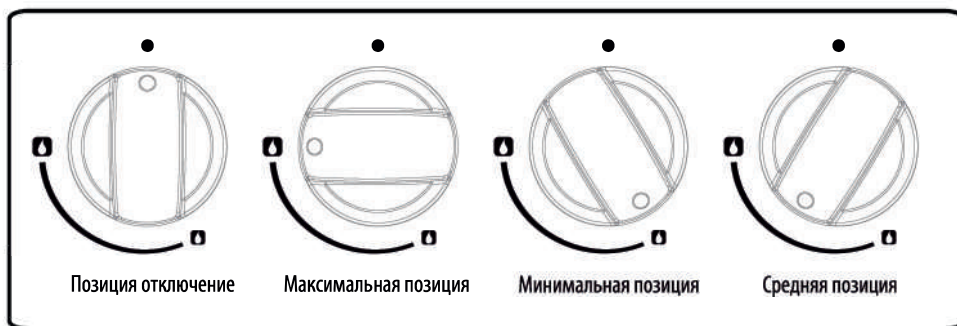

Рис. 13
- Поднимите подставку для кастрюль, крышку и верхние части конфорок (рисунок 13).